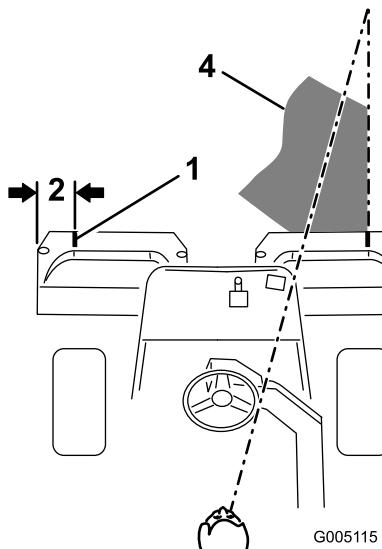

Figura 38
2. Applicate una striscia adesiva bianca, oppure tracciate una linea con della vernice bianca, su ciascun cestello, parallela al bordo esterno del cestello stesso (Figura 38).